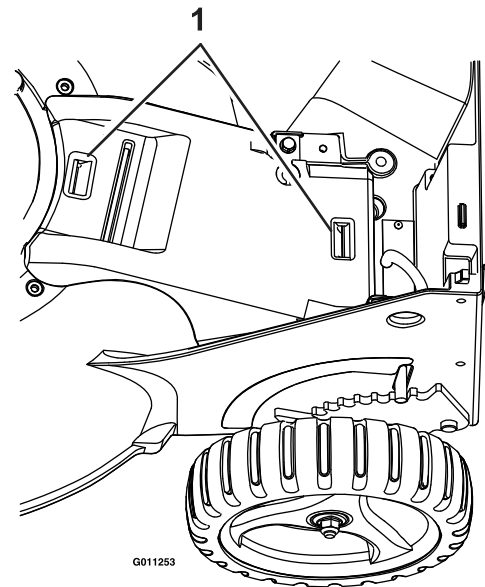

Figure 28
3. Déposez le couvercle de courroie en tirant l'arrière vers le haut pour dégager les languettes avant et arrière du couvercle (voir Figure 28). Éliminez les débris éventuellement présents sous le couvercle.
3. Tirez l'arrière du couvercle vers le haut pour dégager les languettes avant et arrière du couvercle (voir Figure 28).